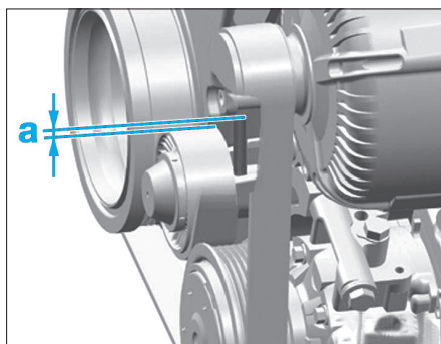

Fig. 3
- Vérifier que l'extrémité de la vis (a) dépasse de la surface d'appui du galet tendeur d'environ 2,5 mm (Fig.3).